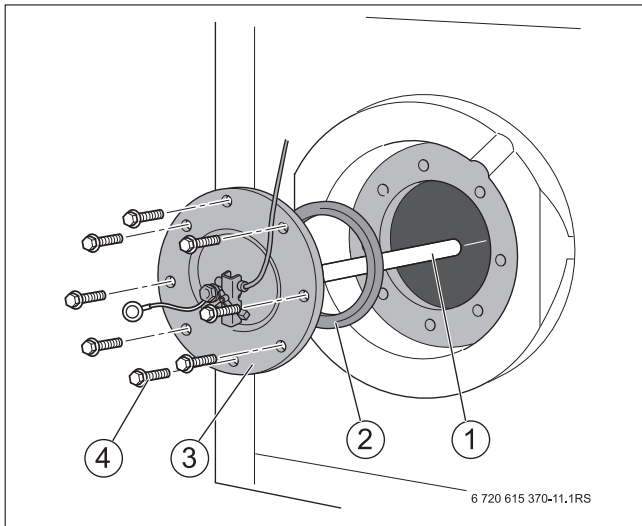

Bild 13 Prüföffnung öffnen
- Prüföffnung öffnen (→ Bild 13, Seite 10).